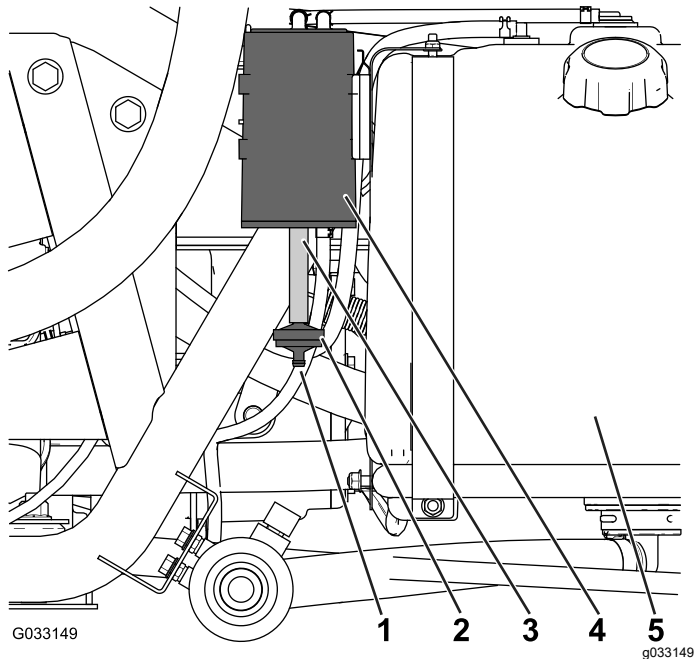

Figura 47
Verificai deschiderea din partea de jos a filtrului de aer pentru recipientul din carbon pentru a vă asigura că este curat și fără reziduuri și obstrucții (Figura 47).
1. Îndepărtați fitingul inelat al filtrului pentru recipientul din carbon de la furtunul din partea inferioară a recipientului din carbon și scoateți filtrul (Figura 47).